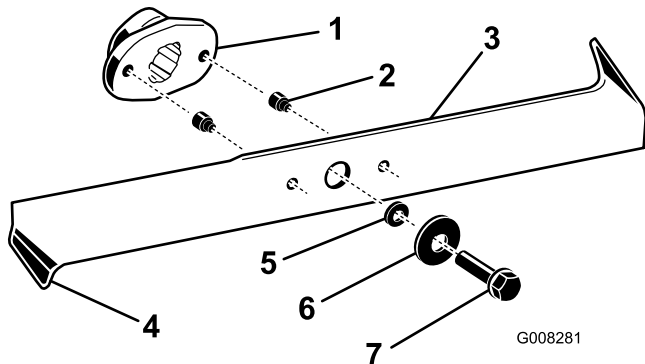

Figure 41
2. Examinez le tranchant des lames (Figure 41). Si elles ne sont pas tranchantes ou présentent des indentations, déposez et affûtez les lames ; voir Aiguisage des lames.
3. Inspectez les lames, surtout les bords recourbés (Figure 41). Si vous remarquez que les lames sont usées ou endommagées à ces endroits, remplacez-les immédiatement.
4. Si les goupilles de cisaillement sont cassées, remplacez-les immédiatement (Figure 41).
3. Enlevez les boulons, les rondelles et les lames (Figure 41). Pour enlever le boulon, bloquez éventuellement la lame en introduisant une cale en bois entre la lame et le carter de tondeuse.
1. Montez les lames, les rondelles et les boulons de fixation (Figure 41).